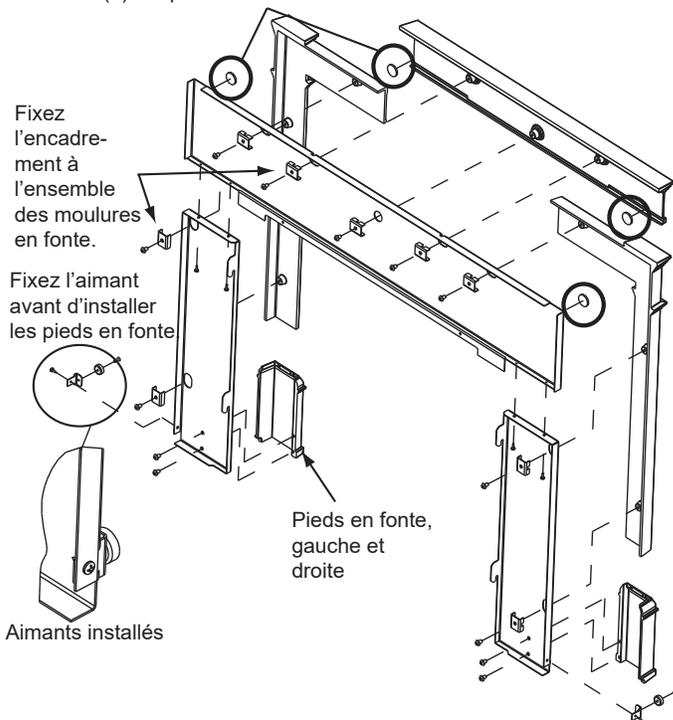

Figure 21.1
4. Placez les tampons adhésifs d'isolation antivibratoire en feutre sur la face avant de chaque angle de la pièce en métal supérieure et sur la face arrière de chaque angle de la pièce supérieure en fonte (**Figure 21.1**).